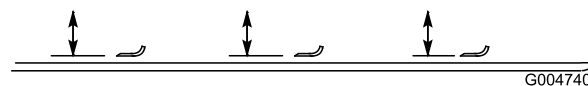

Figura 91
2. Girate la lama fino a disporla in parallelo con la lunghezza della macchina (Figura 91). Misurate la distanza tra l'interno dell'apparato di taglio e il tagliente sulla parte anteriore della lama. Ricordate questa misura.